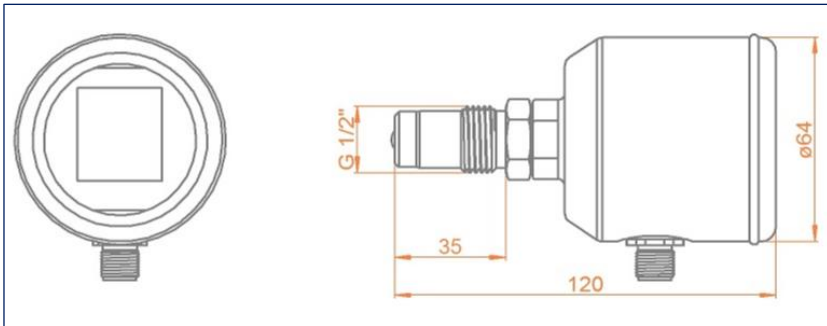

Abb. 1: Abmessungen Sensor
2. Stutzen mit 4 gleichmäßig verteilten Punkten anheften (Abb. 1, unten)